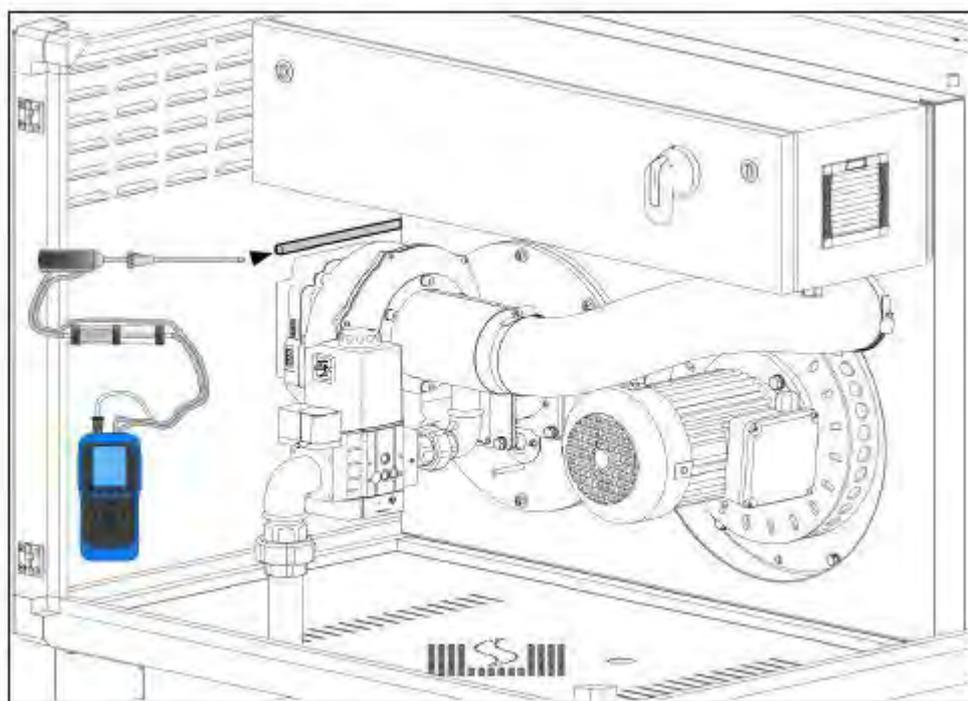

Fig. 49
17) Au débit calorifique nominal (puissance maxi), procéder à une vérification de **l'hygiène de combustion à l'aide d'un analyseur** de combustion adapté (voir fig. 49). Procéder à un réglage éventuel de la pression gaz maxi (section 4.2) en se basant sur les valeurs de références du tableau 13.
Pour procéder à l'analyse de combustion utiliser le point de prélèvement situé à la base du conduit d'évacuation des fumées (fig 49).
Afin d'obtenir une valeur optimale d'hygiène de combustion, raccorder au point de prélèvement prévu (fig. 49) un analyseur adapté et calibré. Procéder ensuite au réglage de la pression gaz mini et maxi du X CERK HE selon la procédure suivante :
Valeurs de réglages (mesurées dans le conduit d'évacuation Fig.49) pour toutes les puissances mentionnées sur la plaque d'identification de la bande radiante.